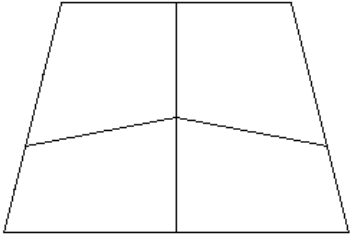

図6-5 部分データ仕様入力画面（柱状体、異形端面）
⑨両端面の種類として異形を選択した場合は、図6-5のように、右端の断面ファイル名も設定します。両端面の2次元メッシュは、要素数、節点数が同じでなければなりません。